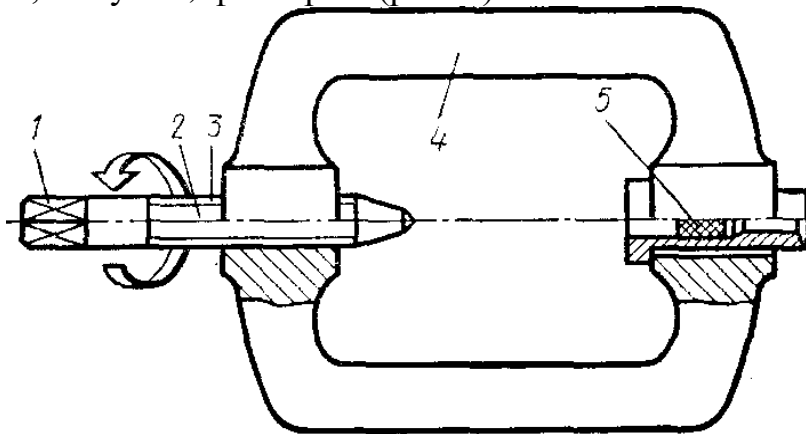

Рис. 5 Пропан-бутановый редуктор
2.6. Проверить исправность: четырехгранника 1, резьбы 3, нажимного винта 2, хомута 4, фильтра 5 (рис. 5).